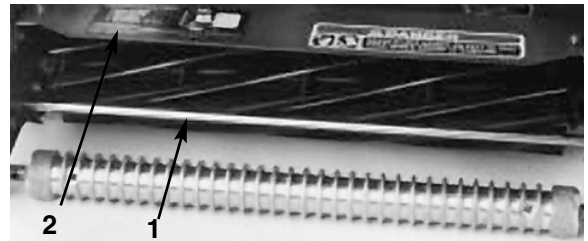

Fig. 9
1. Medir a distância entre o topo da haste dianteira de apoio e o rebordo dianteiro do protector em cada extremidade da unidade de corte (Fig. 9).